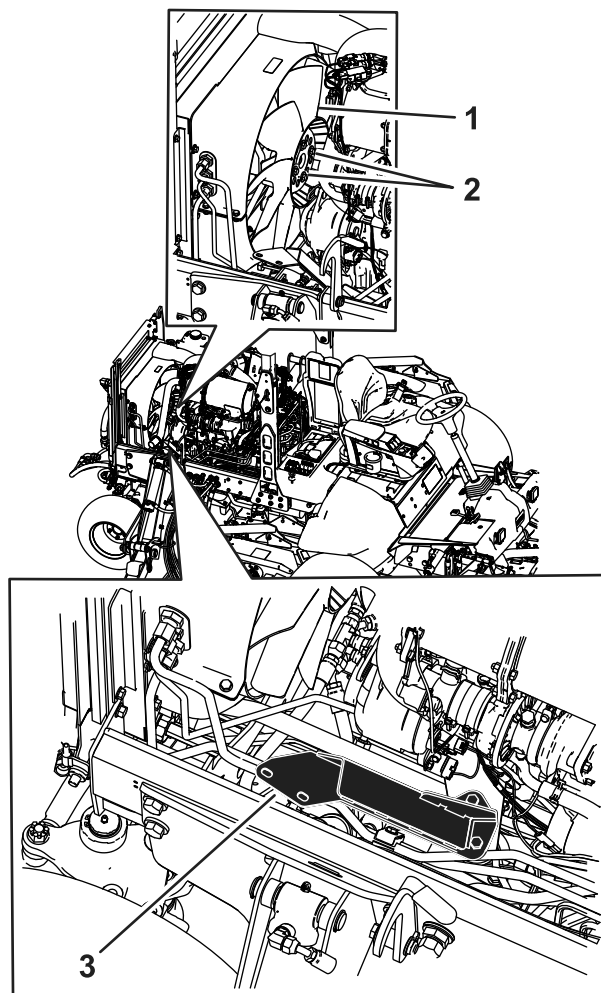

Рисунок 38
1. Снимите выхлопную трубу, кронштейн крепления глушителя и вентилятор двигателя (Рисунок 38).
7. Установите вентилятор двигателя, кронштейн крепления глушителя и выхлопную трубу (Рисунок 38).